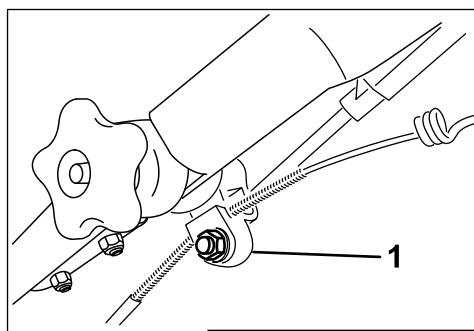

Figura 47
1. Allentare il dado sul serrafilo per cavi (Figura 47).